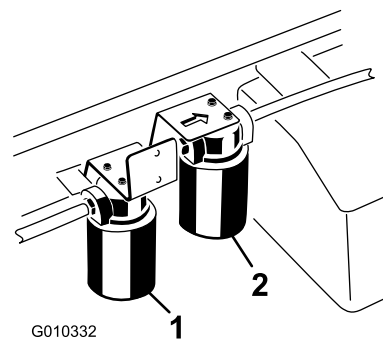

Figura 73
3. Collocate una bacinella di spurgo sotto il filtro, e togliete il filtro (Figura 73).
1. Pulite la superficie circostante il filtro ad alto flusso (Figura 73).